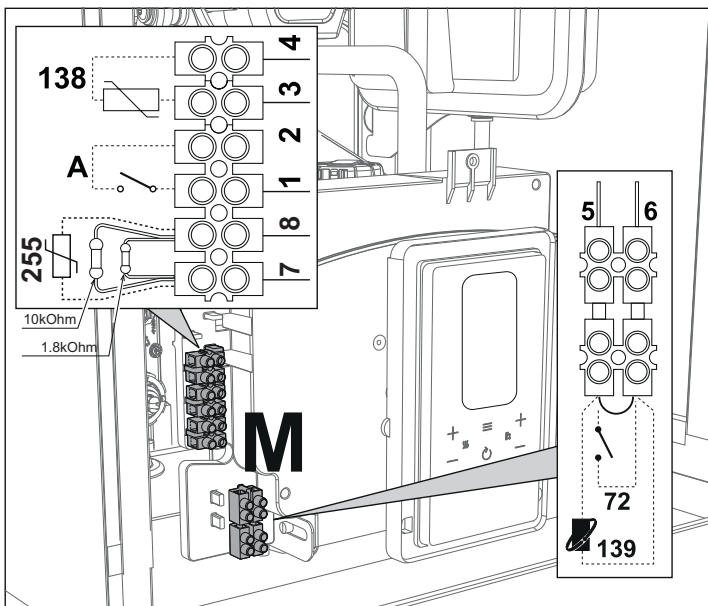
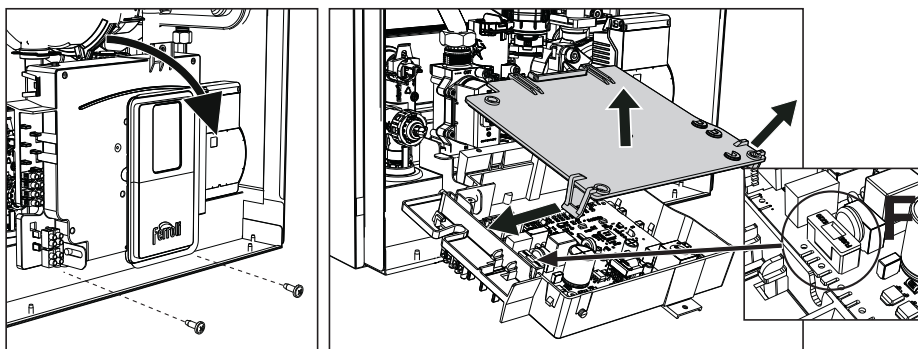

fig. 29
fig. 30
Después de quitar el panel frontal ("Apertura del panel frontal" on page 102) es posible acceder a las borneras (M) y al fusible (F) como se indica a continuación (fig. 29 y fig. 30). **Los bornes indicados en la fig. 29 deben tener contactos secos (no 230 V).** La posición de los bornes para las diferentes conexiones también se ilustra en el esquema eléctrico de la fig. 66.
Configuración del interruptor ON/OFF (A fig. 29)